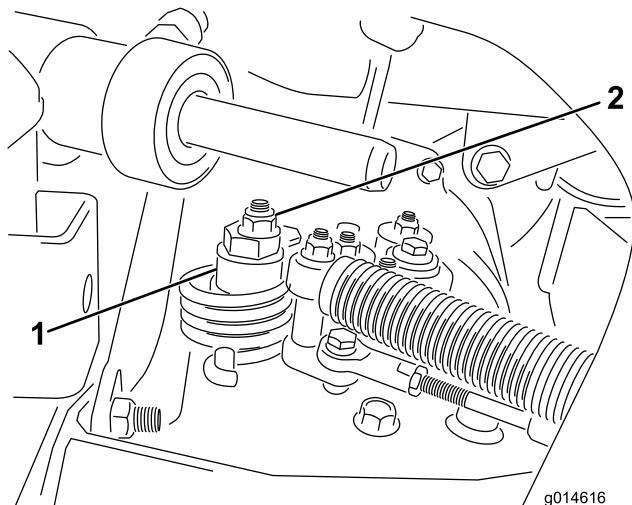

Figura 49
- A. Liberte a porca que fixa o disco excêntrico ao cimo do hidróstato (Figura 49).
- C. Rode o disco excêntrico até eliminar a deslocação em qualquer um dos sentidos. Quando a roda deixar de rodar, aperte a porca, bloqueando deste modo o disco excêntrico e fixando a posição de ajuste (Figura 49). Verifique se o ajuste é o adequado colocando o regulador nas posições Lento e Rápido.